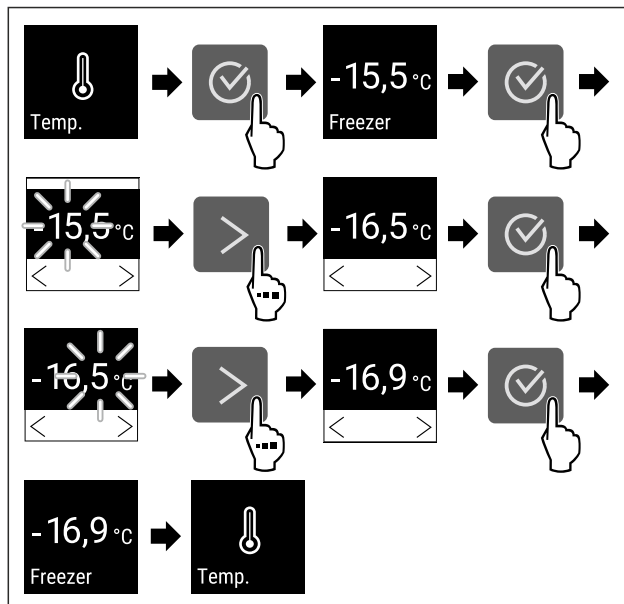

Fig. 66 Hőmérsékletváltozás -15,5°C-ról -16,9°C-ra
- ▶ Végezze el a gyakorlati lépéseket (lásd Fig. 66).